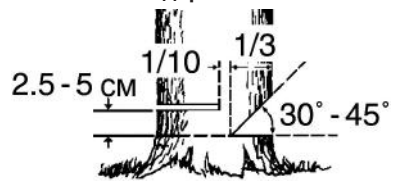

Рис. 9. Расположение запила и пропила
5. Сделайте запил с той стороны, куда должно упасть дерево. Глубина запила примерно $1/3$ диаметра ствола под углом $30-45^\circ$ (Рис. 9).